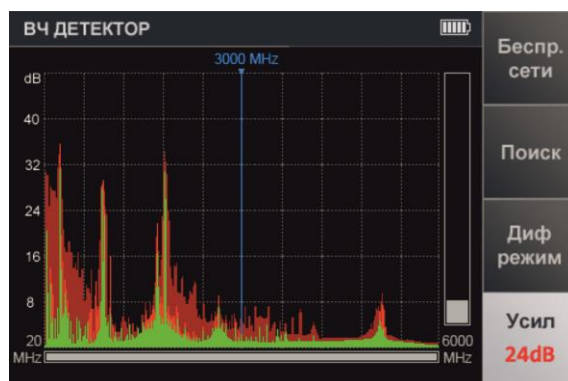

Рис.10
2. С помощью кнопок установить требуемое усиление в dB (0, 8, 16, 24, 32, 40). Установленное значение отображается на индикаторе (рис.10).